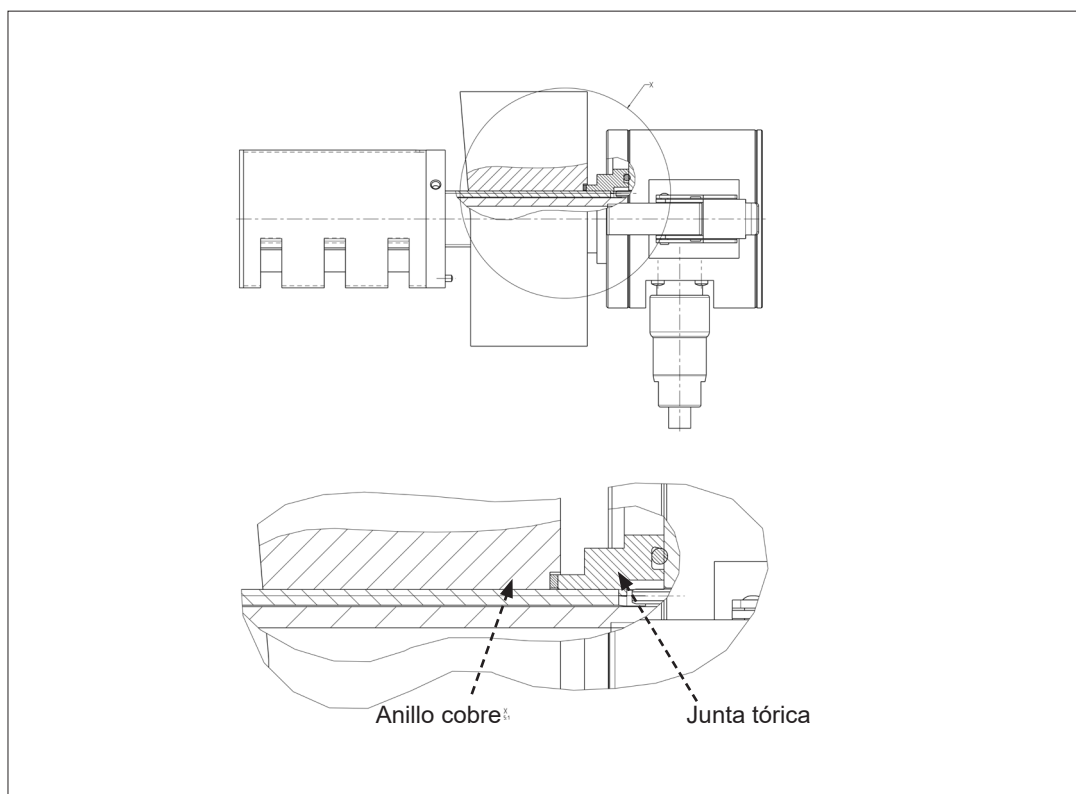

Fig. 5.5 Posición de sellos
- Instale el sensor dedo con la junta tórica 36x2 mm. Fig. 5.5